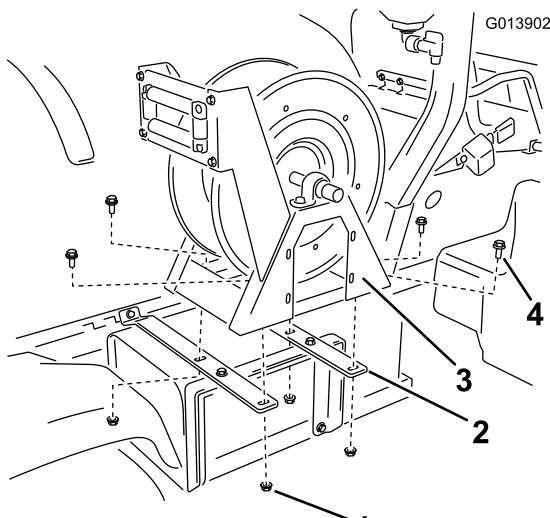

图10
- 使用 4 个凸缘头螺栓 (3/8 x 1 英寸) 和 4 个凸缘螺母 (3/8 英寸) 将软管卷总成安装到软管卷箍带 (图10) 上。